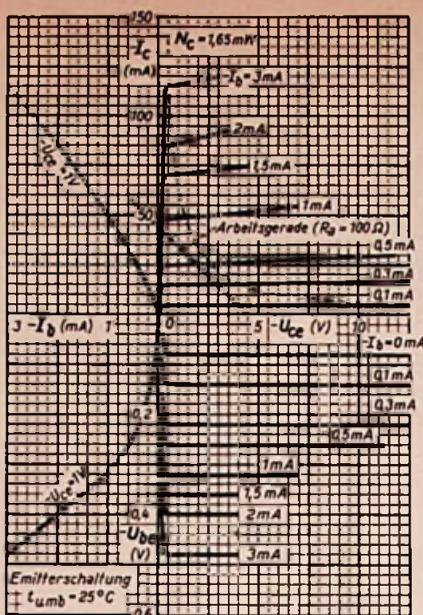

Bild 6.  $-I_c-U_{ce}$ -Kennlinie des Transistors OC 72 ( $-I_b$  als Parameter)
Außer den hier aufgenommenen Kennlinien wird auch später noch die Kennlinienschar  $I_C = f(U_{ce})$  für verschiedene Werte von  $I_b$  interessieren. Ihre Aufnahme ist etwas mühsamer. Für den Transistor OC 72 sind die Kennlinien in Bild 6 dargestellt; wir sehen, daß sich diese Kurven nur wenig von den bekannten Kennlinien der Pentoden unterscheiden. Außerdem erkennen wir, warum der Kollektorstrom plötzlich abnimmt, wenn man die Speisespannung  $-U_0''$  verringert. Der Übersicht halber ist die Arbeitsgerade für den besprochenen Fall  $R_A = 100 \Omega$  eingezeichnet.
1. Wir sehen in Bild 6, daß unterhalb einer gewissen Kollektorspannung, „Knie-spannung“ genannt, der Strom rasch abfällt, so daß wir nur bis zu dieser Stelle aussteuern dürfen.
3. Wir dürfen den Kollektor nicht überlasten. Dazu entnehmen wir dem Datenblatt den Wert für die max. Kollektor-Verlustleistung  $N_{c\max}$ . Diese Verlustleistung bestimmt maßgeblich die sich im Kristall einstellende Temperatur, die im Datenblatt manchmal mit angegeben ist.  $N_{c\max}$  berechnet sich aus dem Mittelwert des Produktes von  $-I_c$  und  $-U_{ce}$  und erscheint mathematisch als Hyperbel im Kennlinienfeld (Bild 6). Je nachdem ob der Arbeitspunkt „schön in der Mitte“ (bei der Elektronenröhre A-Betrieb genannt; hier ebenfalls) liegt, oder ob wir den Transistor bzw. zwei Transistoren im Gegentakt-B- oder -AB-Betrieb arbeiten lassen, muß die entstehende Kollektor-Verlustleistung im einzelnen berechnet werden.